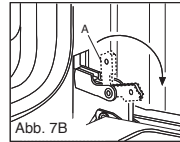

Abb. 7B
3) die Scharnierhaken „A“ nach außen klappen (siehe Abb. 7B).